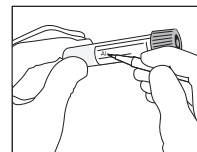

Fig. 4
- Escreva as informações da doente na etiqueta do tubo ou coloque uma etiqueta de identificação da doente (Fig. 4).